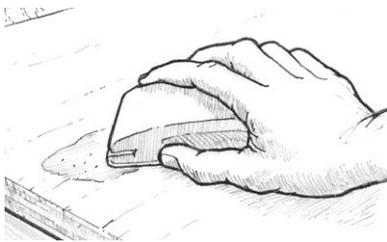

Figura 23 Lije el compuesto de carenado curado hasta alcanzar el contorno deseado.
6. Lije el material del carenado para que se mezcle con el contorno circundante (Figura 23). Comience con papel de lija de grano 50 si tiene mucho material de carenado para remover. Utilice papel de lija de grano 80 en el bloque de lijado apropiado cuando esté cerca del contorno final. ¡CUIDADO! No se olvide de usar la máscara de polvo. Remueva el polvo de lijado y llene todos los huecos restantes siguiendo el mismo procedimiento.